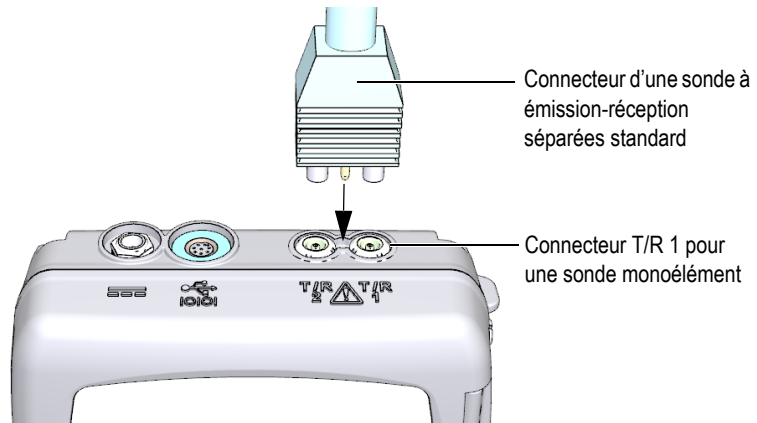

Figure 5-1 Branchement de la sonde
1. Branchez la sonde dans le ou les connecteurs de sonde situés sur le dessus du 38DL PLUS (voir la Figure 5-1 à la page 76). Utilisez le connecteur T/R 1 pour une sonde monoélément.